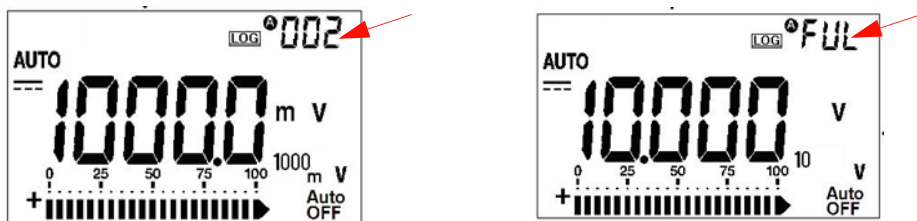

図2-2 インターバル・ログ表示
- 2 セットアップ・モードで設定されたインターバルごとに、読み値が自動的にメモリに記憶されます。図2-2を参照してください。